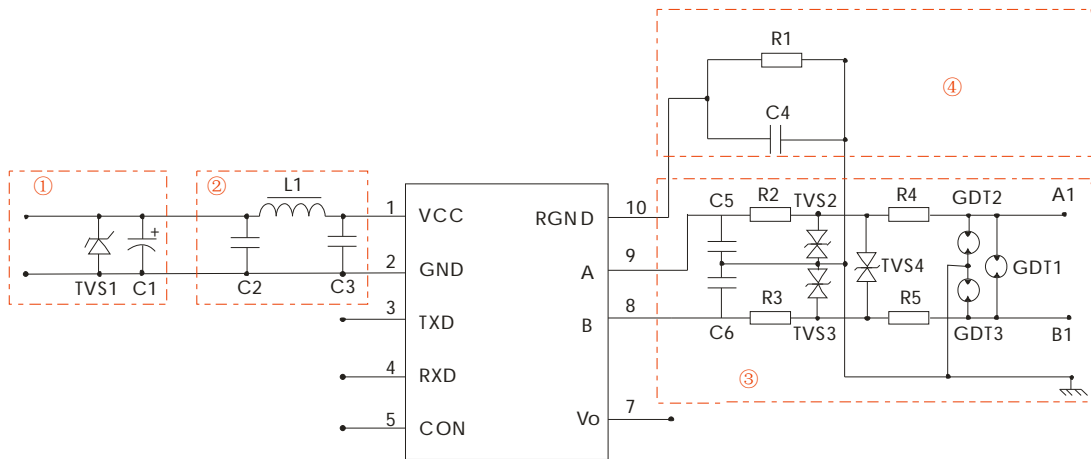

图 2
IEC/EN61000-4-4	信号端口 $\pm 1KV$ (推荐电路见图 2-③) perf. Criteria B
信号端口 $\pm 0.25KV/\pm 0.5KV$ (推荐电路见图 2-③) perf. Criteria B
信号端口 $\pm 0.5KV/\pm 1KV$ (推荐电路见图 2-③) perf. Criteria B
信号端口 $\pm 1KV/\pm 2KV$ (推荐电路见图 2-③) perf. Criteria B
信号端口 $\pm 2KV/\pm 4KV$ (推荐电路见图 2-③) perf. Criteria B
信号端口 $\pm 4KV/6KV$ (推荐电路见图 2-③) perf. Criteria B